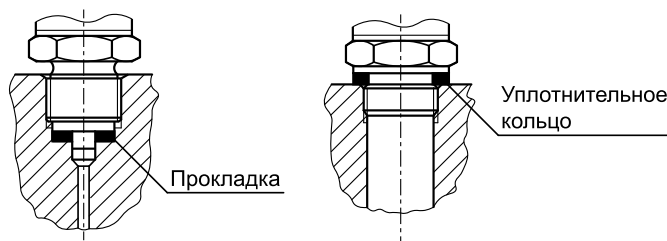

Рисунок 5.2 – Варианты уплотнения
1. Уплотнить пространство между штуцером и гнездом с помощью прокладки или уплотнительного кольца из комплекта поставки (см. рисунок 5.2).